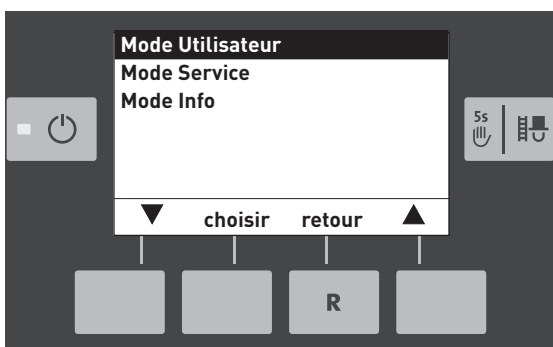

Fig. 25
- ▶ Sélectionner « Mode Utilisateur » – Fig. 25.